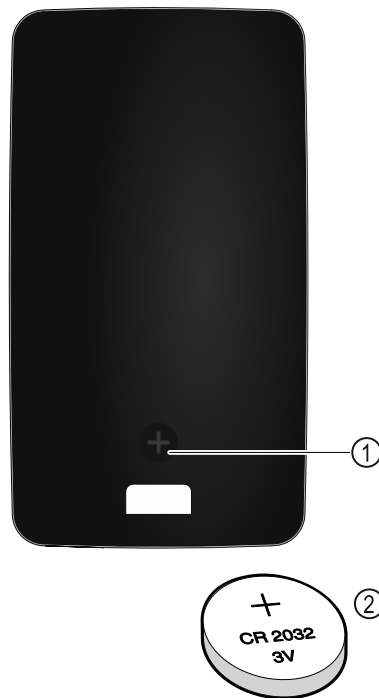

Fig. 149
Электропитание пульта дистанционного управления осуществляется через аккумуляторную батарею типа CR 2032 с 3В Fig. 149 (2), которую можно приобрести в специализированных магазинах.
- ▶ Выкрутите винт Fig. 149 (1) на обратной стороне пульта дистанционного управления.